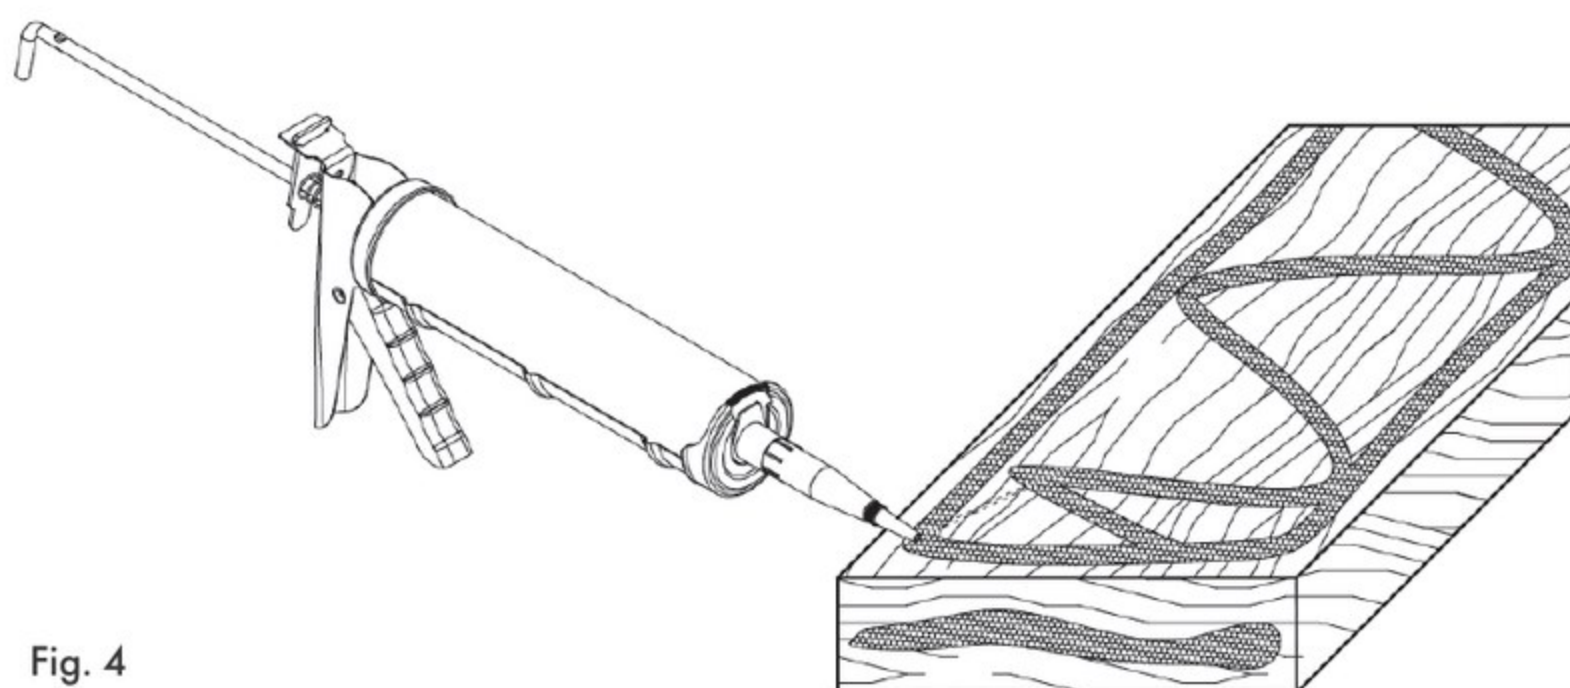

Fig. 4
- C.** Antes de instalar el wood buck, aplique un cordón de silicona de 3/8" en la cara del wood buck alrededor de todo el perímetro (ver Fig. 4). Este sellador quedará comprimido contra la abertura de mampostería cuando el wood buck sea colocado.